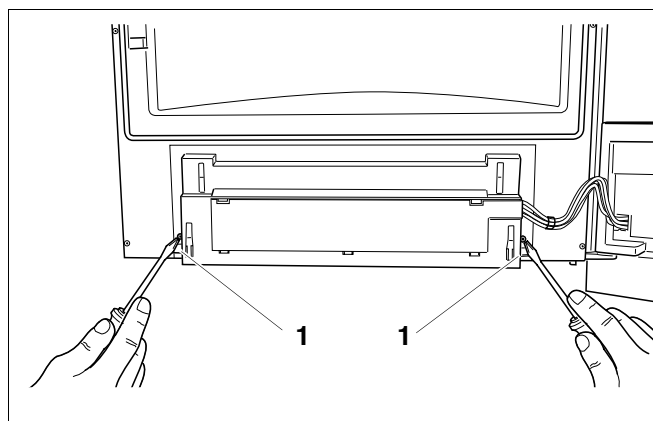

Рис. 126 Отвинчивание винтов
- С обратной стороны двери котла вывинтить 2 винта из панели управления (рис. 126, поз. 1).